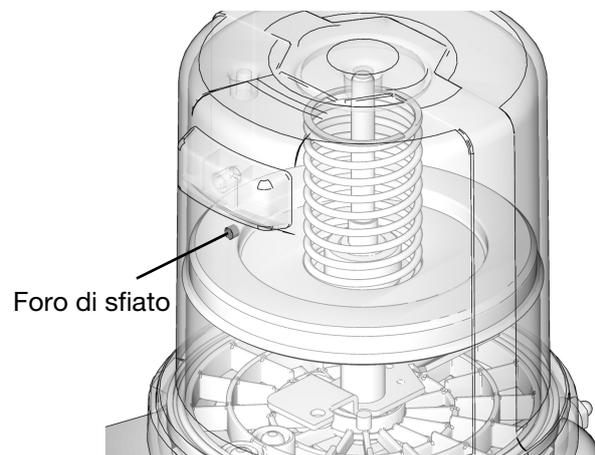

FIG. 26
3. Riempire il serbatoio di grasso finché la tenuta della piastra di inseguimento non apre il foro di sfiato (FIG. 26) e la maggior parte dell'aria non viene espulsa dal serbatoio.